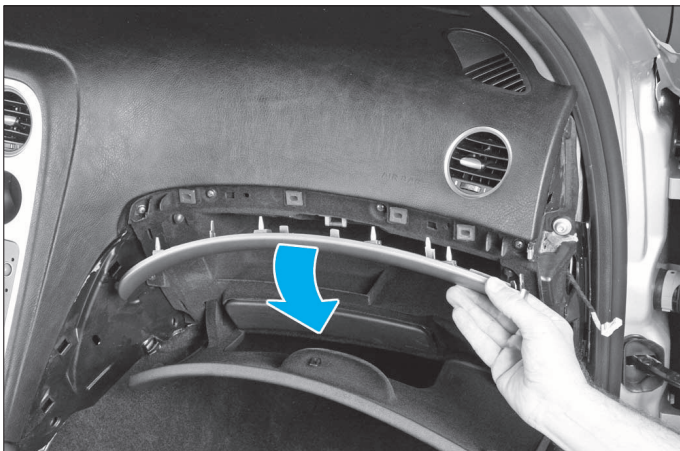

FIG. 10
- Déposer la vis de fixation (1) devenue accessible et dégrafer l'enjoliveur maintenu en 4 points (Fig.10).